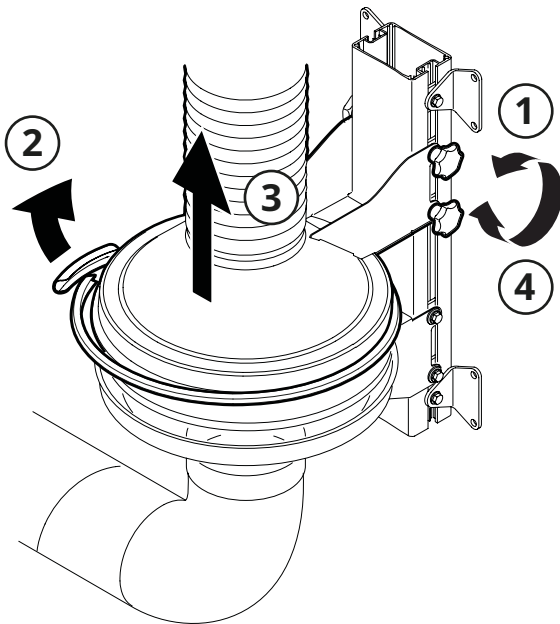

Fig. 16
2. Desserrez les poignées (1, **Fig. 16**) du cône supérieur et de l'anneau de serrage (2).
3. Faites ensuite glisser le cône supérieur (3) vers le haut et verrouillez-le dans le rail en aluminium (4) afin qu'il soit fermement en place.